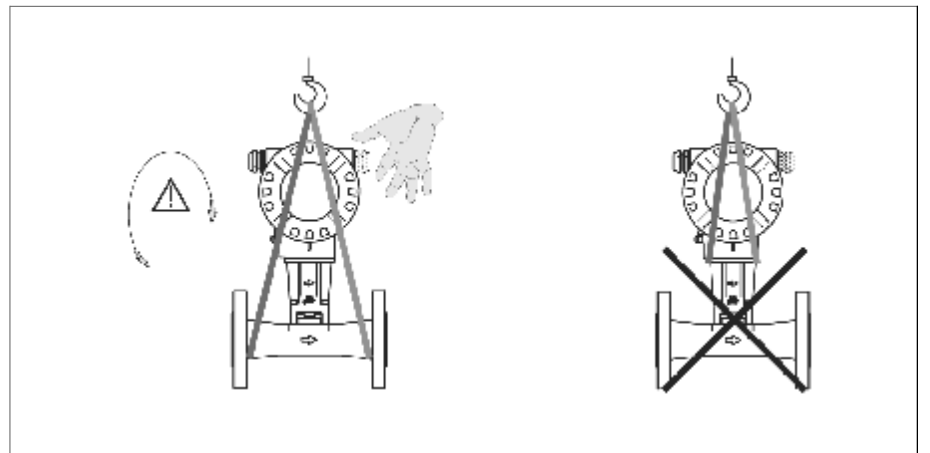

图3: 传感器为DN40…300的仪表的运输指导
- DN40…300仪表不允许直接拉抬变送器部分。对于分离型仪表，不允许着力在变送器连接部位（见图3）。安装运输时，请用吊索缚在过程连接部件，避免可能使仪表损坏的运输方式。